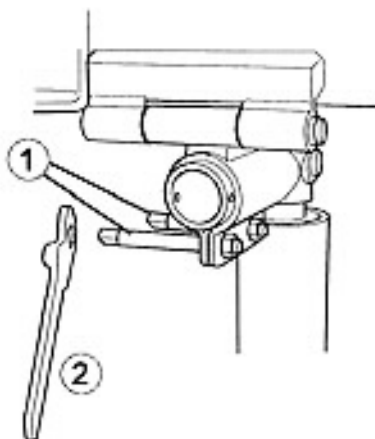

Bild 12 / Fig. 12
⇒ Tighten the two clamping bolts (fig.12, pos.1) with medium strength using a square wrench (pos.2).
⇒ A l'aide de la clé à cliquet (pos.2), serrer avec un effort moyen les deux boulons de serrage (fig. 12, pos.1).
- ⇒ Beide Spannbolzen (Bild 12, Pos. 1) mittels Freilauf-Vierkantschlüssel (Pos. 2) mittelfest anziehen.